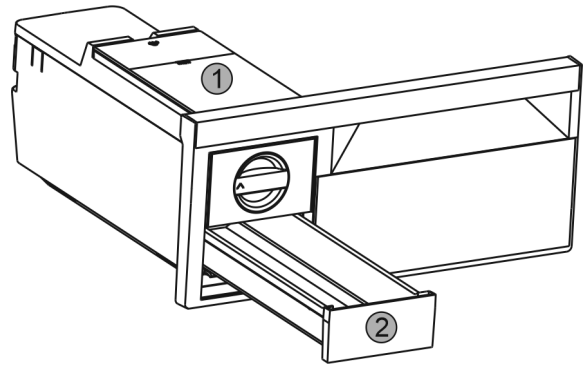

Fig. 46
- ▶ Odoberte nádržku na vodu Fig. 46 (1) a zásuvku na kocky ľadu Fig. 46 (2).